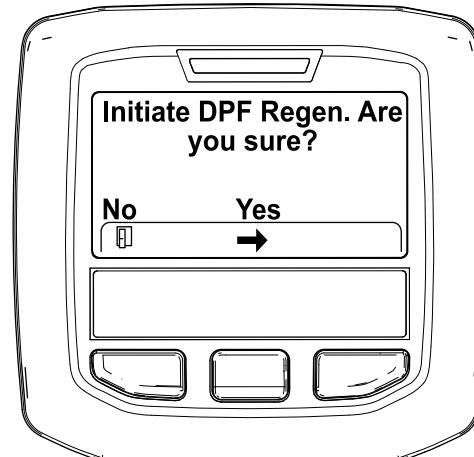

Figure 45
4. Quand le message « Initiate DPF Regen. Are you sure? » (lancer régénération FAP. Êtes-vous sûr(e) ?) s'affiche, appuyez sur le bouton central (Figure 45).